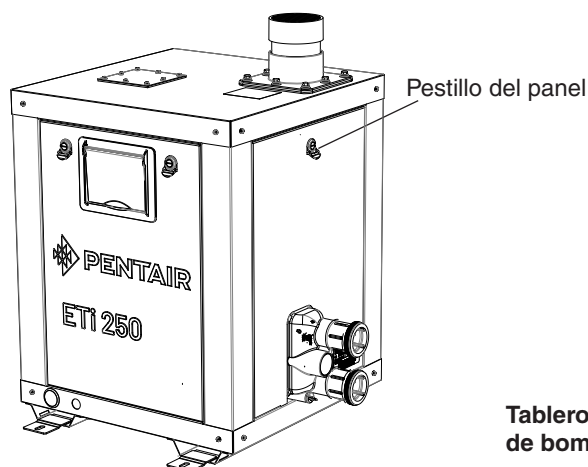

Figura 34
- Conecte el CONECTOR AZUL (120 VCA) en el conector de 12 clavijas situado en el panel eléctrico (véase la Figura 34).
2. Retire el panel lateral. Abra el pestillo del panel (véase la Figura 34 en la página 43).